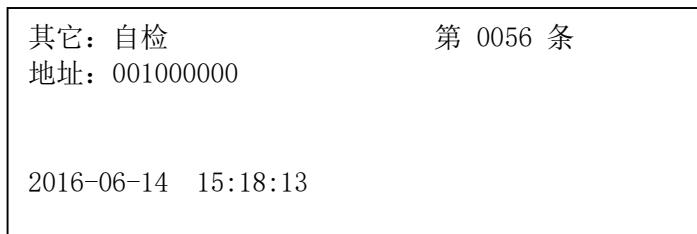

图5-22
- ◆ 按“功能”键进入选项菜单，按【↑】【↓】键进入查询菜单，按【←】【→】键进行翻页，按‘8’进入用户历史查询界面如（图5-22）所显示的一条用户历史记录。